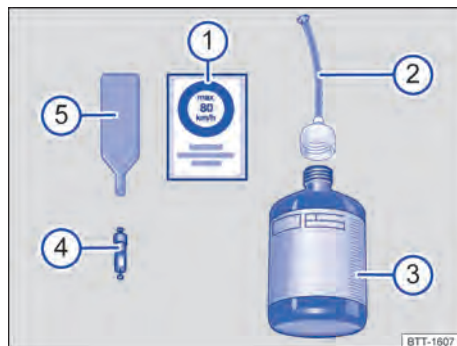

Fig. 200 Representação esquemática: componentes do kit de reparo dos pneus.
- ① Etiqueta adesiva com a indicação de velocidade "máx. 80 km/h" ou "máx. 50 mph".
- ② Mangueira de enchimento com bico.
- ③ Garrafa de enchimento dos pneus.
- ④ Elemento da válvula de reposição.
- ⑤ Chave para remoção do elemento da válvula.
A chave para remoção do elemento da válvula → Fig. 200 ⑤ possui uma fenda na extremidade inferior, na qual se ajusta o elemento da válvula. Somente assim é possível remover e reinstalar o elemento da válvula do pneu. Isto também é válido para o elemento da válvula de reposição ④.
2. Com a chave para remoção do elemento da válvula → Fig. 200 ⑤, desenroscar o elemento da válvula da válvula do pneu e colocá-lo sobre uma superfície limpa.
3. Agitar a garrafa de enchimento dos pneus → Fig. 200 ③ algumas vezes com força.
4. Rosquear a mangueira de enchimento → Fig. 200 ② com firmeza no sentido horário sobre a garrafa para enchimento dos pneus. A película na tampa é perfurada automaticamente.
5. Remover o bujão da mangueira de enchimento → Fig. 200 ② e introduzir totalmente a extremidade aberta na válvula do pneu.
8. Rosquear novamente o elemento da válvula com a chave para remoção do elemento da válvula → Fig. 200 ⑤ na válvula do pneu.